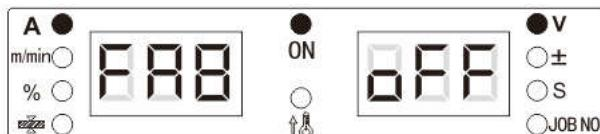

Рисунок 3-24. Отображение функции FA8 на цифровых дисплеях
- Поворотом регулятора панели управления установите выбор функции FA8 (см. Рисунок 3-24).